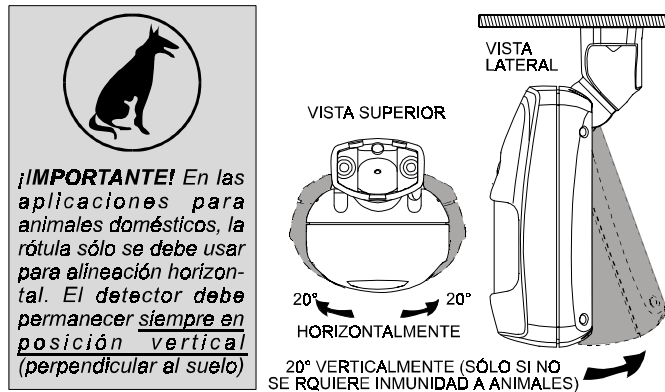

Figura 10. Límites de inclinación y giro
J. Gire el detector horizontalmente para encarar la dirección deseada, pero no lo incline verticalmente si lo usa en aplicaciones con animales domésticos. Sin embargo, si no hay animales presentes se recomienda inclinar el detector no más de 20°. La Figura 10 muestra las posibilidades de inclinación y giro.